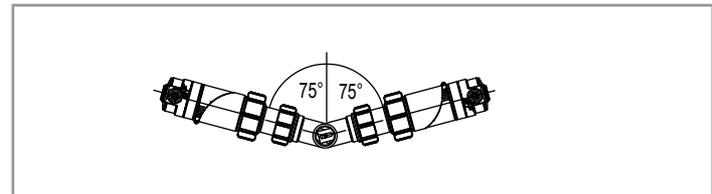

Abb. 11: Winkel zur Vertikalen
- Das Fitting in der Rohrleitung in einem Winkel von max.  $\pm 75^\circ$  zur Vertikalen (siehe Abb. 11) gemäß den Anweisungen in der zugehörigen Betriebsanleitung installieren.